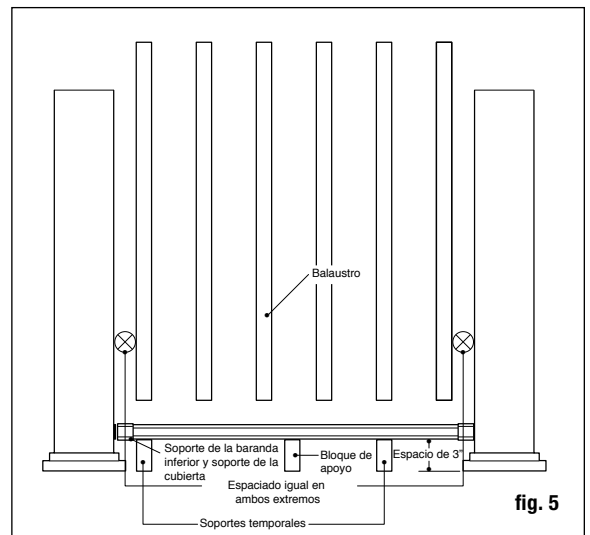

fig. 5
Paso 6 Mida la distancia entre las coberturas de poste instaladas para determinar la longitud de los barandales superior e inferior. Posicione el barandal inferior al lado de los postes y ajústelo de modo que la distancia entre el primer agujero de balaustre y el poste sea mayor a 5.1 cm (2 pulg.) e igual en ambos extremos (consulte la fig. 5). Marque el barandal. Corte el barandal inferior. Corte el barandal superior con el mismo espaciamiento y longitud.
Paso 10 Coloque las cubiertas de soportes del barandal lineal y los soportes lineales en los extremos del barandal superior. Posicione el barandal superior colocando los balaustres dentro de los orificios taladrados mientras trabaja de un extremo a otro. Revise el nivel del barandal. Usando el soporte lineal como guía, marque las posiciones de los tornillos en la cobertura del poste y en el barandal en ambos extremos. Pretaladre agujeros guía de .32 cm (1/8 pulg.) a través de la cobertura de poste y del barandal. Sujete el soporte lineal a la cobertura del poste usando los tornillos cuadrados de cabeza cilíndrica #8 - 15 x 2" - #2 y luego sujete el soporte lineal al barandal usando tornillos cuadrados autorroscantes de cabeza cilíndrica #10-16 x 3/4" - #2 (fig. 5).